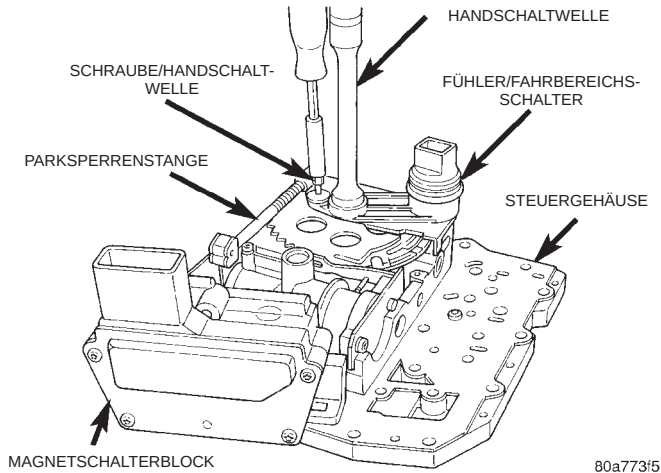

Abb. 31 Befestigungsschraube der Handschaltwelle
(1) Steckverbinder des Fühlers/Fahrbereichsschalter abziehen.
(2) Steuergehäuse aus dem Fahrzeug ausbauen. Siehe "Steuergehäuse" in diesem Abschnitt des Werkstatthandbuchs für das anzuwendende Verfahren.
(3) Befestigungsschraube der Handschaltwelle lösen (Abb. 31).
(4) Fühler/Fahrbereichsschalter aus der Handschaltwelle herausgleiten lassen.